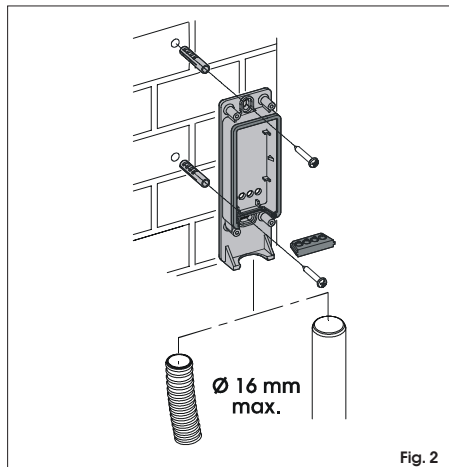

Fig. 2
- 2- A parete con tubo/guaina esterni (fig.2).
- 2- With outer tube/sheath (fig.2).